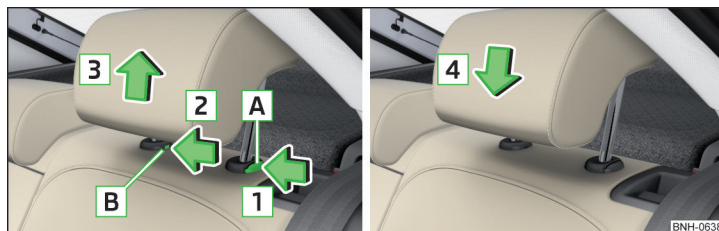

Fig. 73 Scoaterea/introducerea tetierei din spate
- Pentru **scoatere**, mențineți butonul de siguranță **A** în sensul săgeții **1**, în același timp cu o șurubelniță plată (cu lățimea de maxim 5 mm), apăsați butonul de siguranță în deschiderea **B** în sensul săgeții **2** și scoateți tetiera în sensul săgeții **3** » fig. 73.